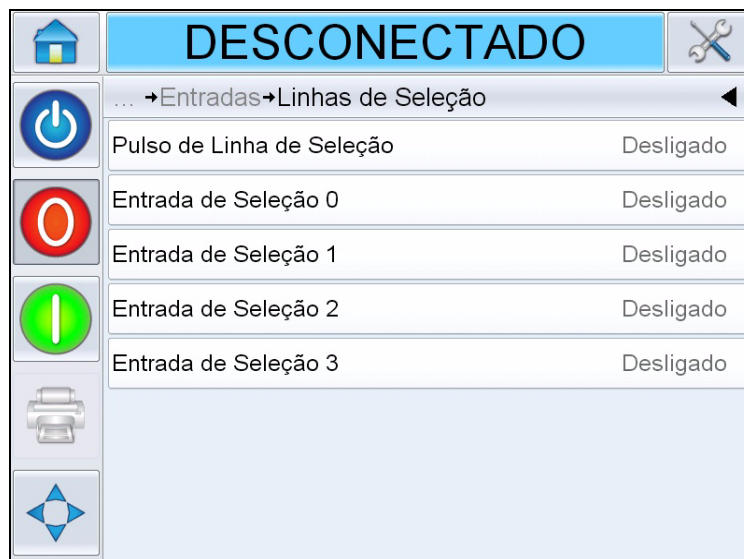

Figura 4-12: Página de seleção de linha de entrada
- Selecionar linha Caso a *Linhas de Seleção* seja ativada no controlador, o usuário pode definir um trabalho à linha necessária. A opção Selecionar linha permite que o usuário visualize o status atual das entradas usadas para o recurso Selecionar linha da impressora (consulte Figura 4-12).